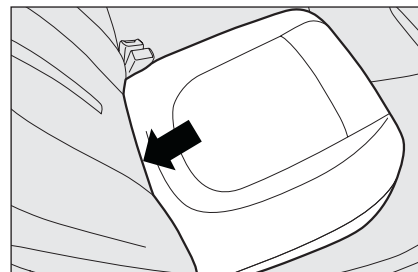

fig. 88
- renverser vers l'avant le coussin souhaité **fig. 88** en agissant dans le point indiqué par la flèche;